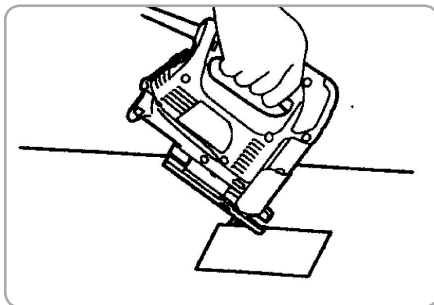

Fig.10
1. Înclinați mașina pe muchia din față a bazei cu lama poziționată chiar deasupra suprafeței piesei (Fig.10).